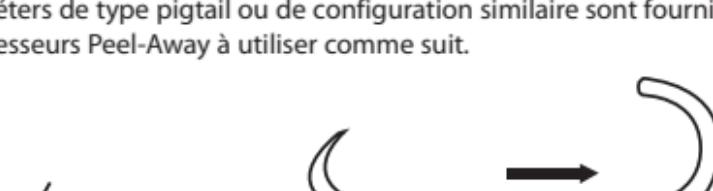

Fig. 1
- a) Faire glisser le redresseur Peel-Away vers l'avant pour ouvrir l'extrémité du cathéter. (Fig. 1)